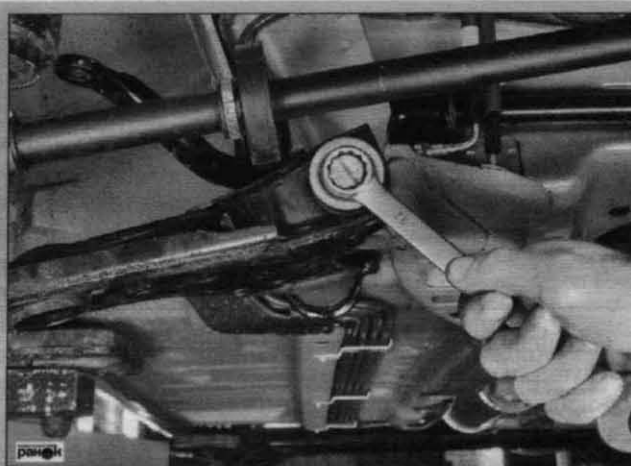

Рис. 5.5. Отсоединение болтов крепления заднего и болта крепления переднего сайлент-блоков
- отвернуть болты крепления заднего и болт крепления переднего сайлент-блоков (рис. 5.5);